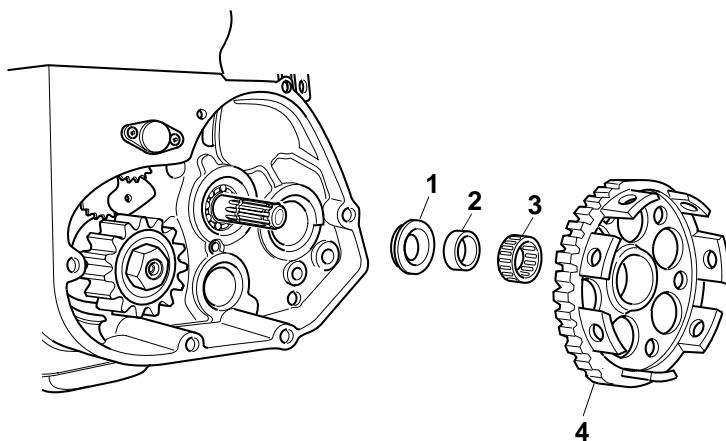

Fig. 55
3. Infilare la campana "4" nel verso indicato in Fig.55 (dentatura all'interno).
- 3.** To install the clutch housing "4" in to direction indicated in Fig.55 (the gear teeth on the inside).
- 3.** Gehäuse "4" in die Richtung (Abb.55) einsetzen (Verzahnung im Innern).
- 3.** Monter la cage d'embrayage "4": voir Fig.55 (denture dans l'intérieur).